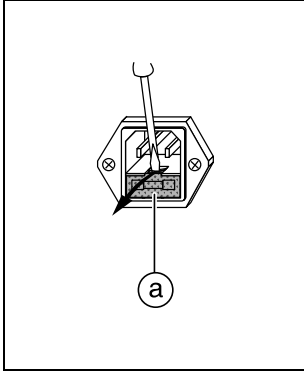

Fig. 2.1
Einsatz ① mit Fassung für Primärschmelzsicherung ② und Reservesicherung ③ heraushebeln (Fig. 2.1).
Pry out insert ① with holder for primary fuse ② and spare fuse ③ (Fig. 2.1).